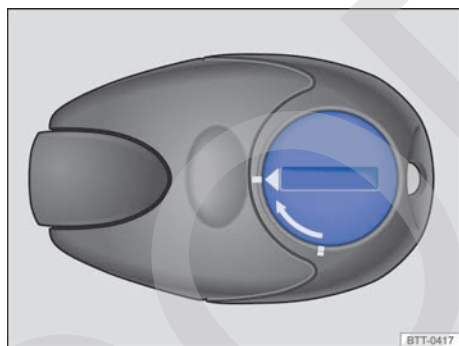

Fig. 100 Calefacción independiente: tapa de la pila del mando a distancia por radiofrecuencia.
- Gire la ranura hasta la marca en el sentido contrario al de la flecha utilizando un objeto plano y sin punta, p. ej., una moneda → fig. 100.